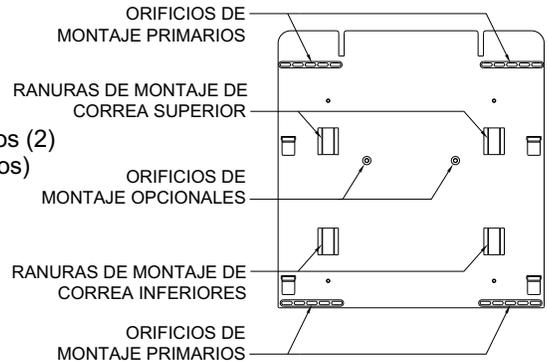

Figura 2
Paso 1. Soporte para montaje posterior (figura 2)